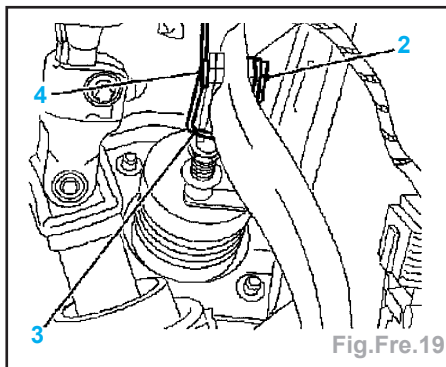

Fig.Fre.19
- Déposer l'axe de raccordement de la tige de piston du servo frein sur la pédale de frein (Fig.Fre.19) :
- démonter l'agrafe de sûreté (2),
- décrocher le ressort de rappel (3) de la pédale de frein,
- retirer l'axe de raccordement (4).